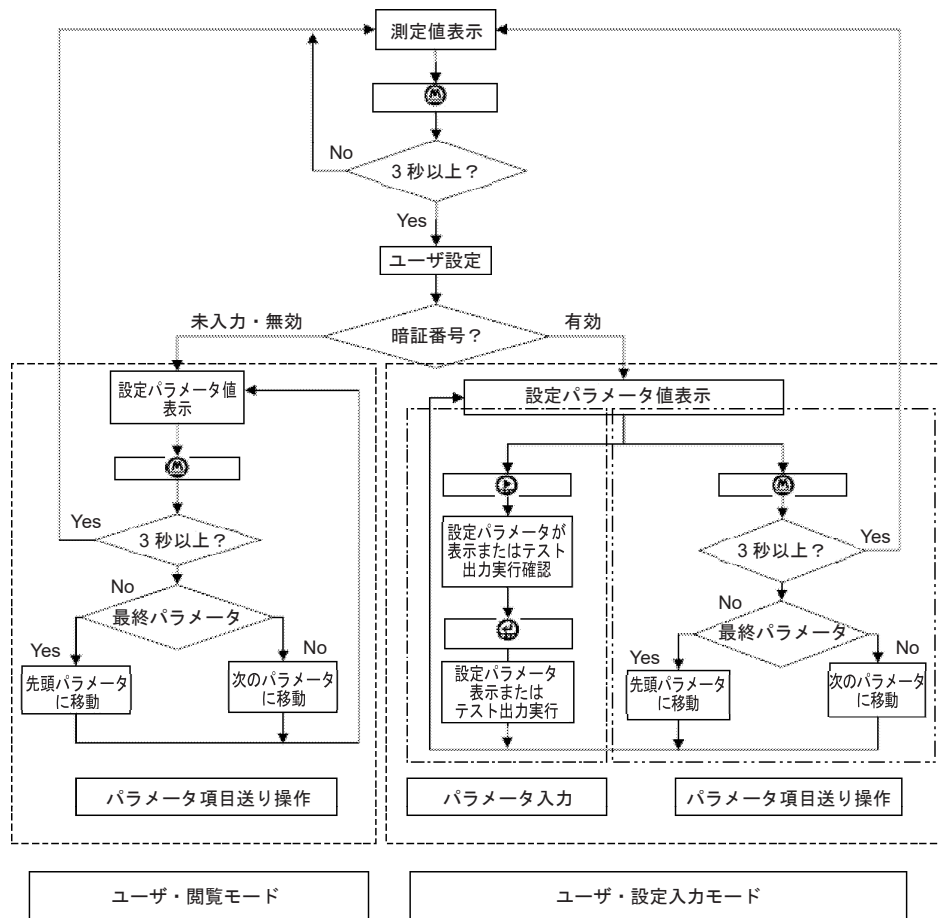
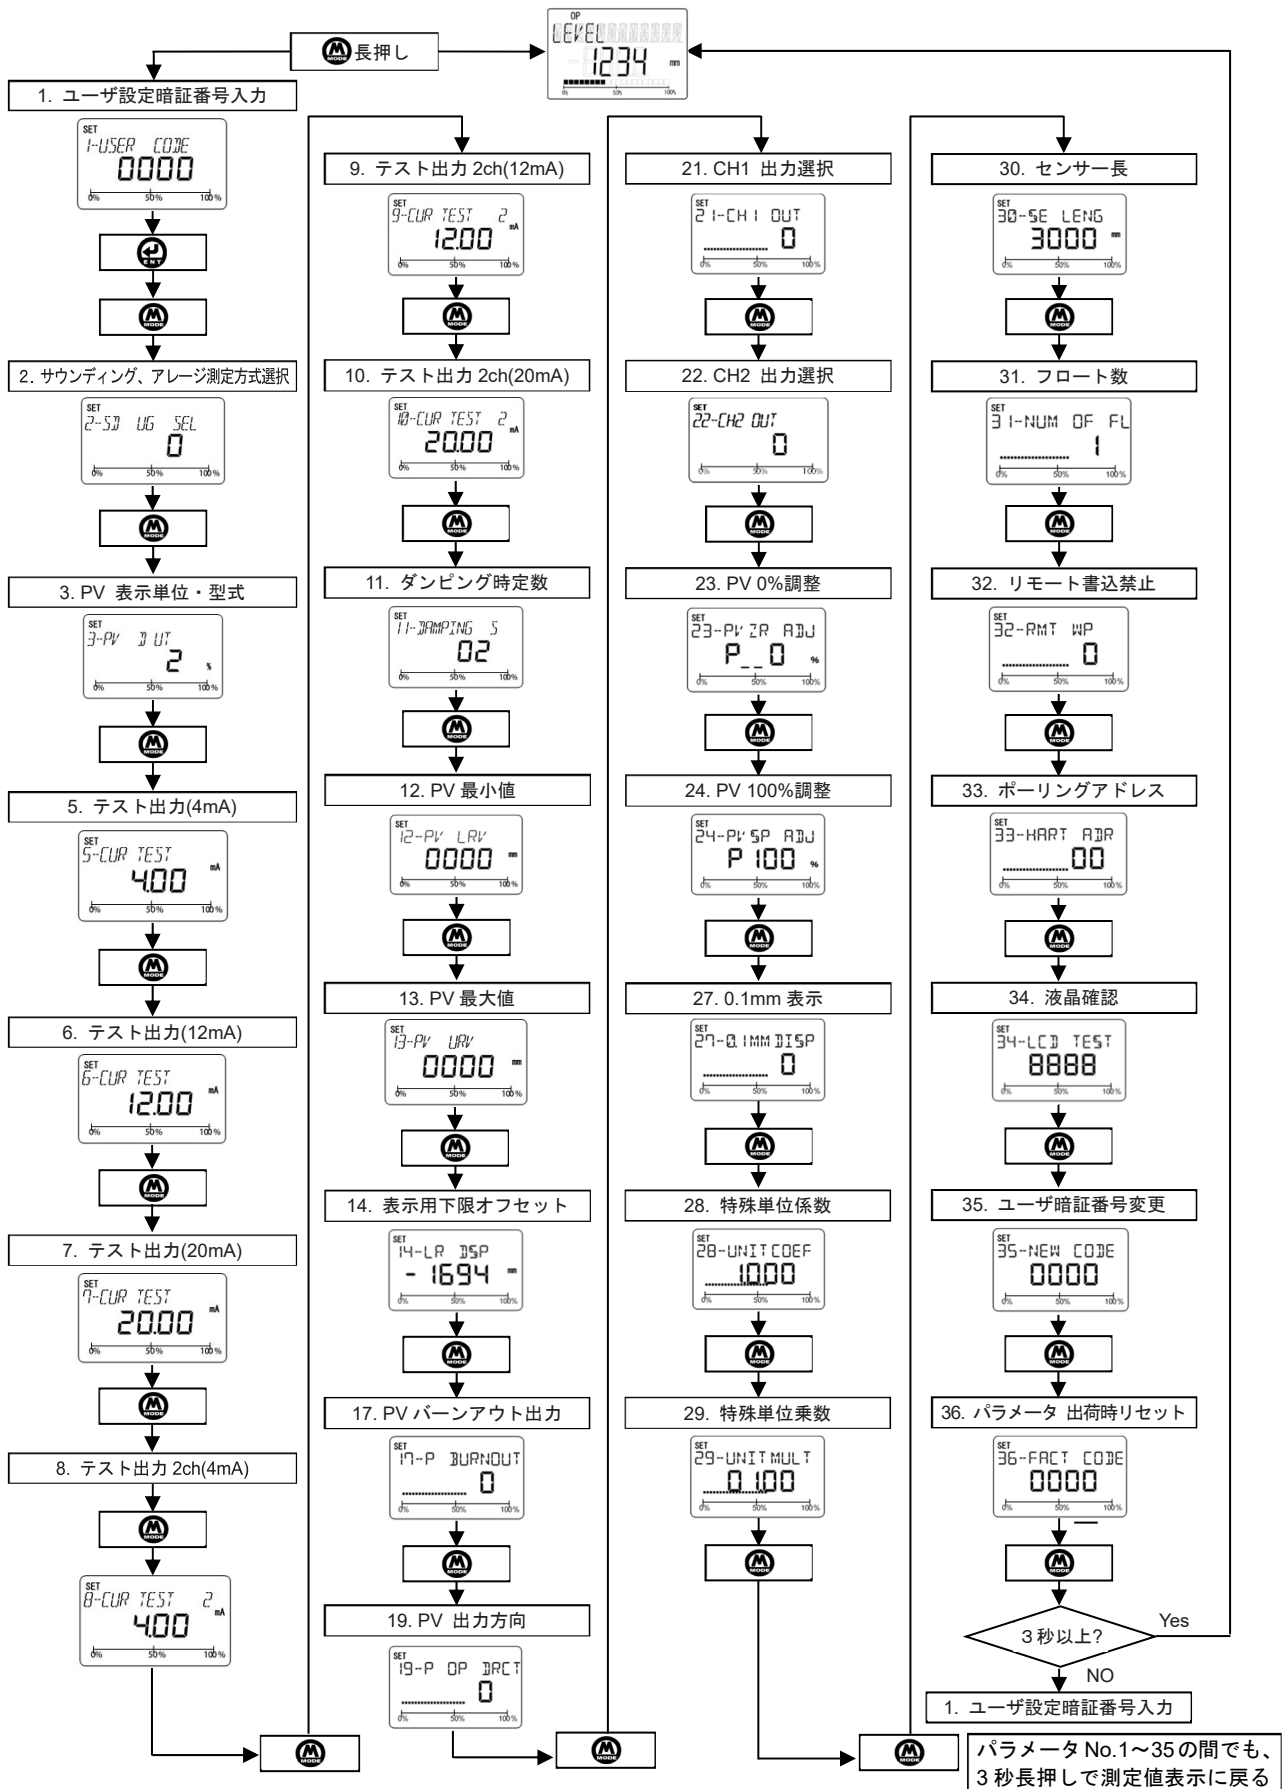

図 4
図 5
- 5) 図 4 にメニューフローを示します。図 5 にユーザ設定モードフローを示します。